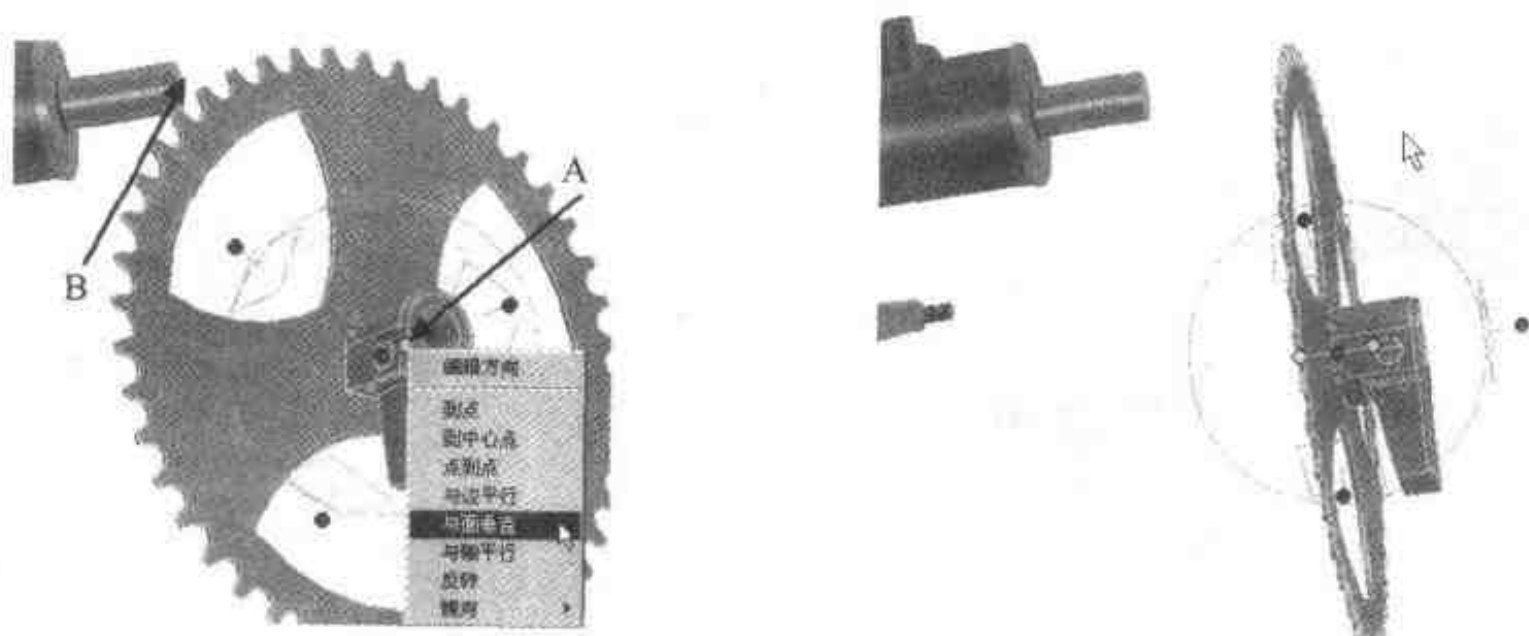

图 3.28 定向右脚蹬
- (1) 右脚蹬的装配和左脚蹬的装配基本相同。在设计树中选择【右脚蹬】选项，单击【三维球】按钮，激活三维球。右击定位手柄(A)，在弹出的快捷菜单中选择【以下面垂直】命令。选择中轴杆右端面(B)，结果如图 3.28 所示。